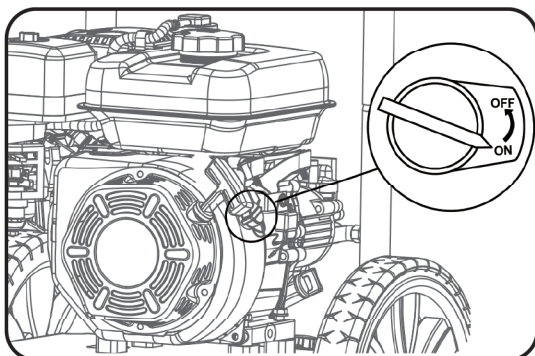

Fig.13
C. RÉGULATEUR DE VITESSE (Y)
1. Pour réduire le régime moteur lorsque vous n'utilisez pas le nettoyeur, poussez le levier (H) vers la droite.
D. ARRÊT DU NETTOYEUR (Voir fig. 13)
1. Mettre l'interrupteur ON/OFF (N) du moteur sur la position «OFF».
2. Tourner le robinet de carburant (G) sur «OFF».